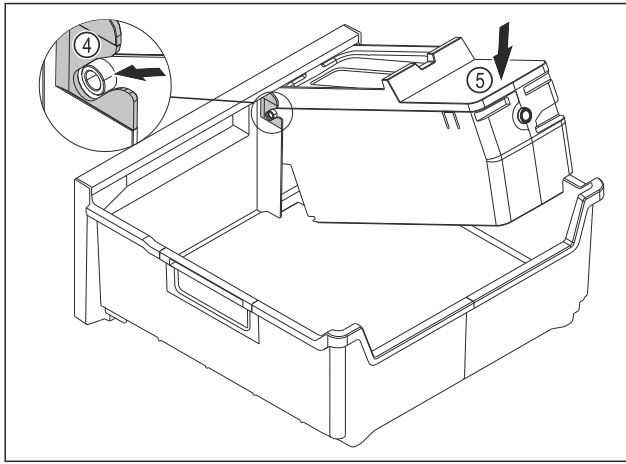

Fig. 145
- ▶ EasyTwist-Ice-Korpus montieren: Achsen des EasyTwist-Ice-Korpus in die Führungen Fig. 145 (4) einschieben.
- ▶ EasyTwist-Ice-Korpus Fig. 145 (5) hinten nach unten drücken.